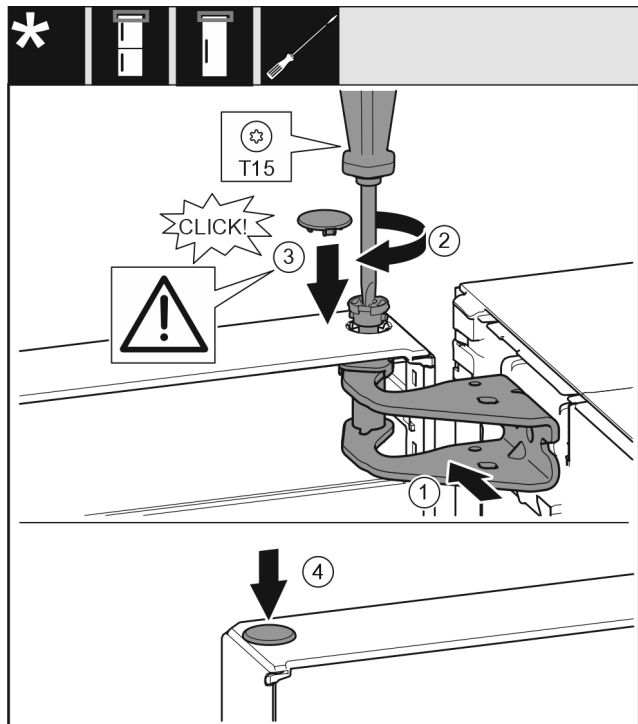

Fig. 18
- ▶ Выровняйте дверь сверху по отверстию в опорном кронштейне. Fig. 18 (1)
- ▶ Вставьте палец и затяните отверткой T15. Fig. 18 (2)
- ▶ Установите предохранительную крышку для защиты двери: Вставьте предохранительную крышку и проверьте, прилегает ли она к двери. В ином случае вставьте палец полностью. *Fig. 18 (3)*
- ▶ Вставьте заглушку. *Fig. 18 (4)*